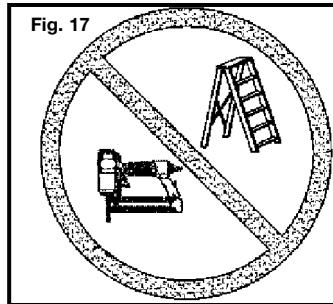

Fig. 17
- **POUR LES OUTILS UTILISÉS EN MODE D'ACTIVATION, ne les utilisez pas sur des échafaudages ou des échelles ou pour des tâches pour lesquelles un changement d'emplacement implique l'utilisation d'échafaudages, d'escaliers, d'échelles et autres.** Ne les utilisez pas pour des tâches spécifiques comme la fermeture de boîtes ou de caisses ou pour mettre les systèmes de sécurité de transport sur des véhicules ou des remorques. (Fig. 17)